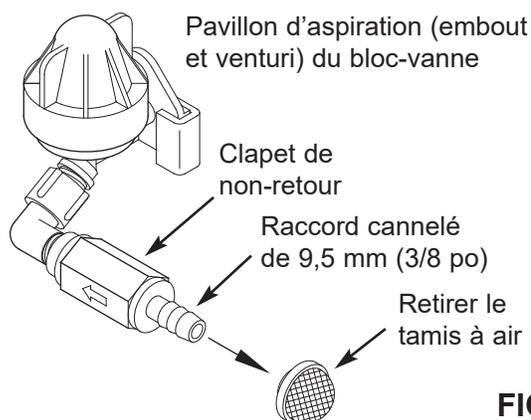

FIG. 14
2. Retirez le tamis de la prise d'air du clapet de non-retour (embout et venturi du bloc-vanne, cf. Figure 14).